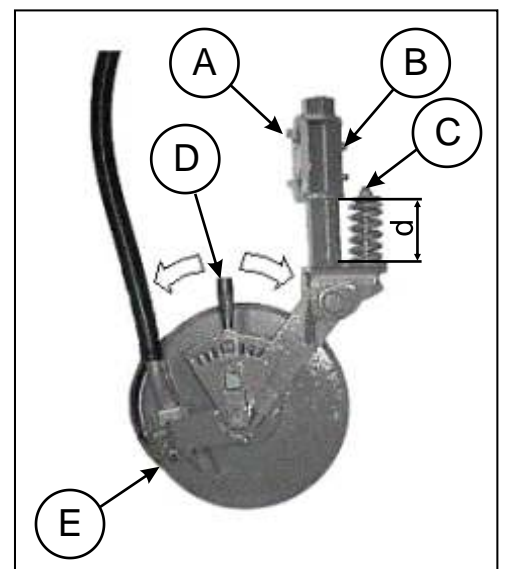

Figura 17
Si se desea modificar la distancia entre líneas de estos cuerpos deberá aflojar las las grampas A Figura 17 y desplazarlos sobre la barra porta herramientas, ajustándolos luego de terminada la operación.
**Presión de los discos:** Por medio de la tuerca C Figura 17 se comprime el resorte que regula la presión de los discos sobre el suelo.
Tener en cuenta que la altura de fijación de los cuerpos al bastidor no incide directamente en la profundidad de colocación del fertilizante pero si en la presión que va a ejercer el resorte, pudiendo producir esfuerzos innecesarios. De fábrica salen montados a una altura normal  $d = 22$  cms. (Figura 17). Para una cama de siembra bien preparada esa medida o menos puede ser suficiente, mientras que para siembra directa puede ser preciso bajar mas el cuerpo.